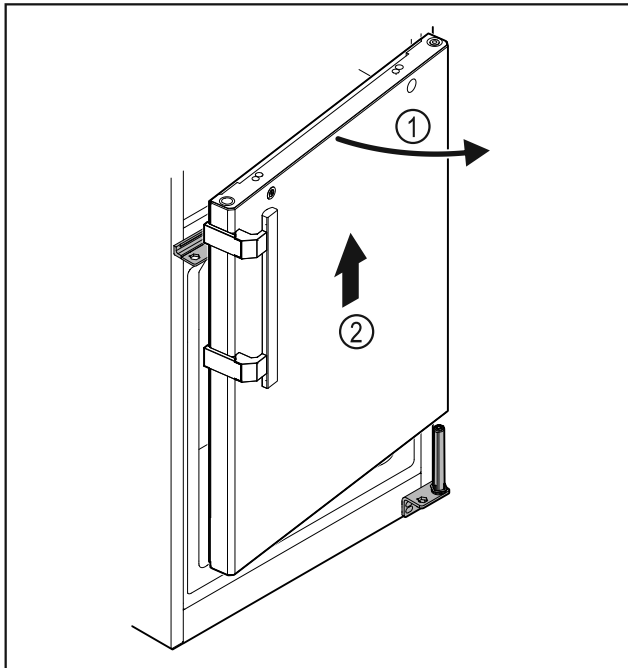

Fig. 33
► Lekko otworzyć drzwi Fig. 33 (1), podnieść prosto do góry o ok. 200 mm i zdjąć Fig. 33 (2).